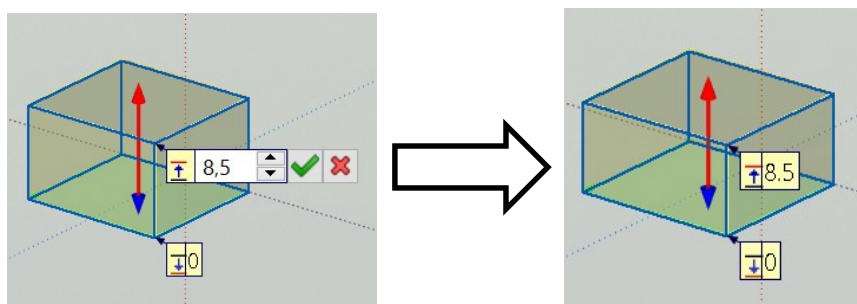

Рис. 55
Установим требуемый размер – высоту крышечки для флешки: **8,5 мм**. Для этого достаточно щелкнуть мышью на обозначении размера (10), в появившемся поле ввода ввести нужное значение **8,5** и щелкнуть мышью на кнопке подтверждения с зеленой галочкой – рис. 55.